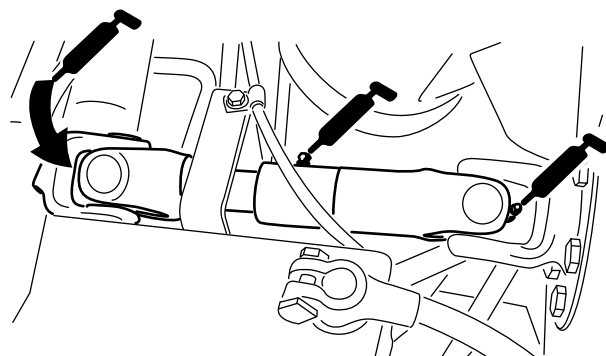

Figura 47
- Giunto ad U del semiasse fra motore e pompa (3) (Figura 47)